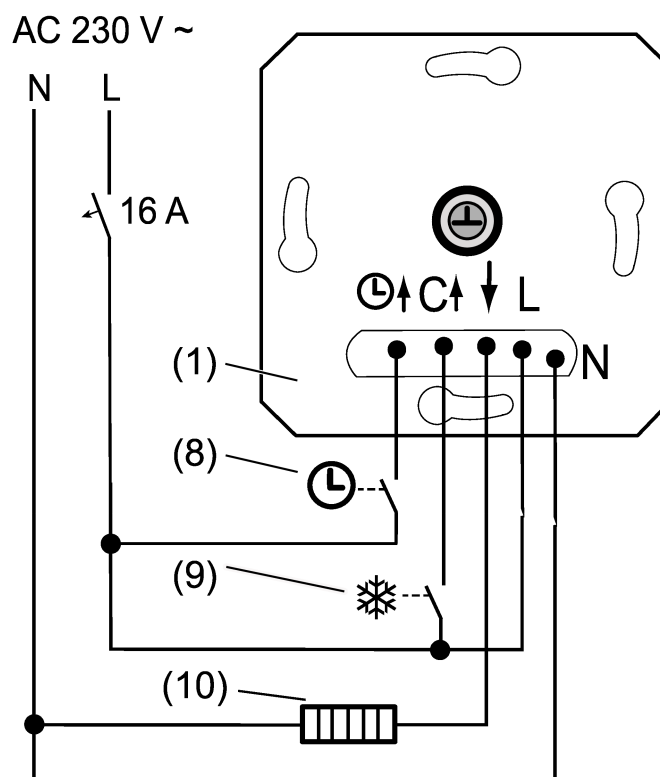

Bild 2: Anschlussbeispiel des Einsatzes
- Elektrisches Heizgerät (10) oder Kühlgerät an Einsatz (1) gemäß Anschlussplan (siehe Bild 2) anschließen. Leiterquerschnitte beachten (Technische Daten).
- Optional den Universaleingang ☺ über einen Schaltkontakt (8) einer Zentraluhr beschalten (ECO-Betrieb) oder den Schaltkontakt eines Präsenzmelders oder Schalters anschließen (Präsenz-Betrieb).